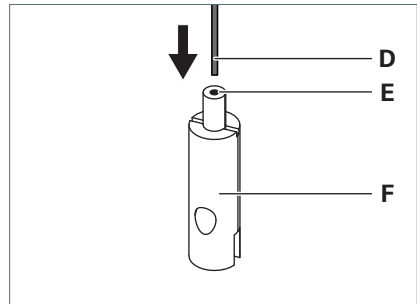

Fig. 21: Drahtseilhalter montieren.
- Führen Sie das Drahtseil **D** durch die Führungsbuchse **E** des Drahtseilhalters **F**, siehe Fig. 21.